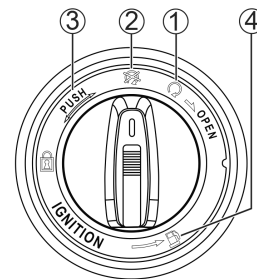

Fig 5
Bloqueo del manillar ③ (Fig. 5)